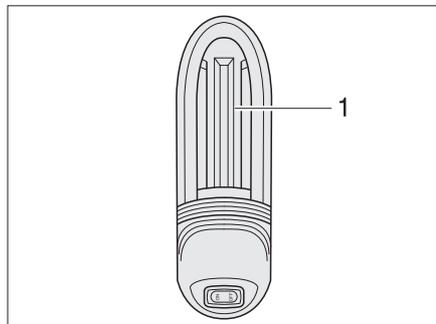

Bild 189 Garagenleuchte
- Leuchtenabdeckung (Bild 189,1) etwas nach oben schieben und abnehmen.